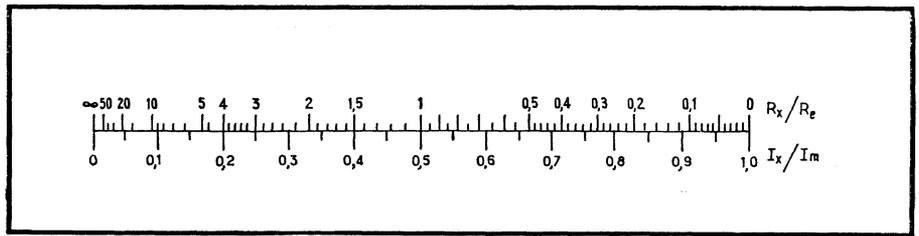

Fig. 2. — Echelle développée d'un ohmmètre série (en haut) et rapports correspondants des courants (en bas).
La figure 2 représente, en haut, l'échelle développée d'un ohmmètre, calculée à l'aide de la relation (3) et valable pour n'importe quelle valeur de R_e prise comme unité. La graduation inférieure de la même figure traduit la variation du rapport I_x/I_m le long de l'échelle, la déviation de l'aiguille étant proportionnelle à ce rapport.
c) La graduation du cadran en k Ω se fera d'après la relation (3) en y portant $R_e = 10$ k Ω . Si on utilise l'échelle de la figure 2 (en haut), ses graduations devront être multipliées par 10. Les limites de « lisibilité » seront, approximativement,
L'examen de l'étage final lignes du téléviseur (fig 2) a permis de découvrir que la cause de cette anomalie résidait dans la diode de récupération PY83, dont la résistance interne était devenue trop élevée. L'accroissement de cette résistance compromettrait la linéarité de la partie montante de l'oscillogramme de la figure 3 : à cet endroit de la courbe la diode ne se comportait plus comme un court-circuit, mais comme une résistance d'une certaine valeur à travers laquelle la variation du courant n'était plus linéaire.
Fig. 2. — Etage final lignes du téléviseur défectueux. — Fig. 3. — Déformation de la forme du courant par suite de l'accroissement de la résistance interne de la PY83.